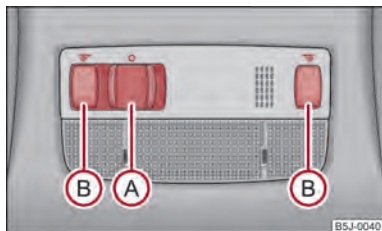

Abb. 27 Innenbeleuchtung - Variante 1
- Drücken Sie den Schalter **(A)** zur Mitte der Leuchte, es erscheint das Symbol  $\text{☞}$   $\Rightarrow$  Abb. 27.
- Drücken Sie auf einen der Schalter **(B)**  $\Rightarrow$  Abb. 27, um die rechte oder linke Leseleuchte ein- bzw. auszuschalten.